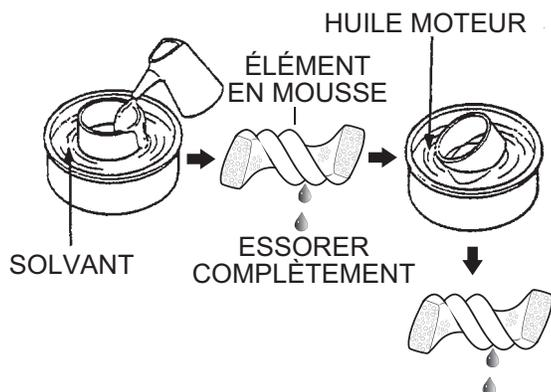

Figure 24. Élément en mousse de nettoyage
2. Nettoyer le filtre en mousse (Figure 24) dans de l'eau chaude savonneuse ou dans un solvant non inflammable. Rincer et sécher avec précaution.